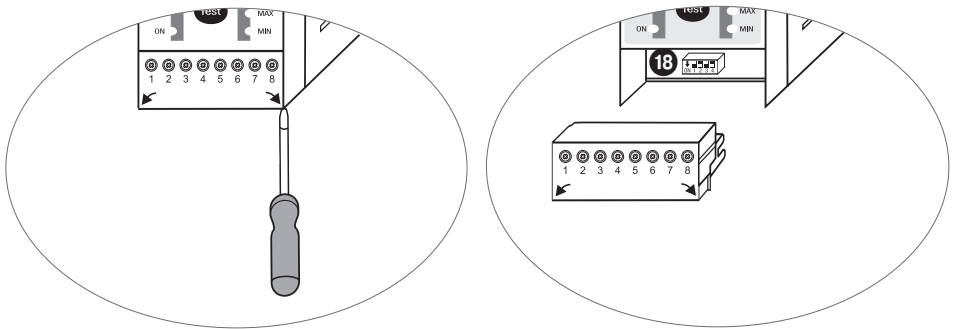

Fig. 11
- Untere und obere Klemmleiste abziehen **Fig. 11**